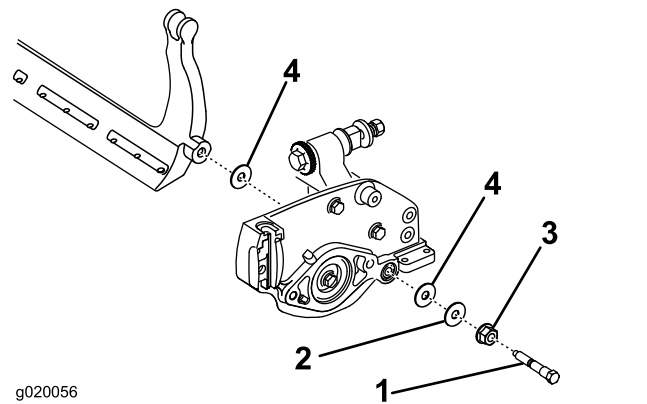

図 22
ベッドバーの両端にそれぞれナイロンワッシャ2枚とスチールワッシャが1枚ずつあるので注意する 図 22。
3. サイドプレートのボスの両側にナイロンワッシャを入れる。その外側からスチール製ワッシャを取り付ける 図 22。